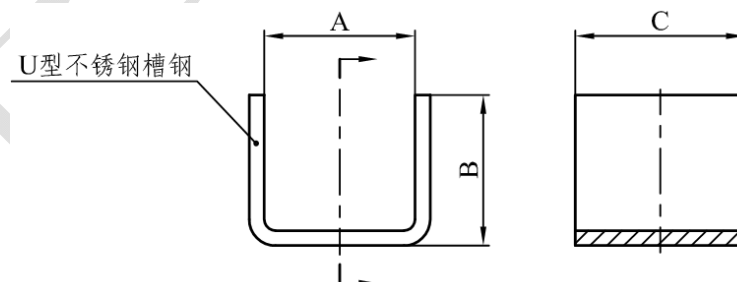

图 5 U 型槽钢加工示意图
1) 选择尺寸较高的纵梁或横梁，测量其宽度，选用市场上的 U 型不锈钢槽钢，槽钢的内部宽度 A 应略大于井盖横梁的宽度，将槽钢截成长度为 C 的小段（如图 5 示，尺寸 C 应小于井盖上交错的纵横梁之间的缝隙宽度，以保证 U 型槽钢能插入到井盖横梁上）